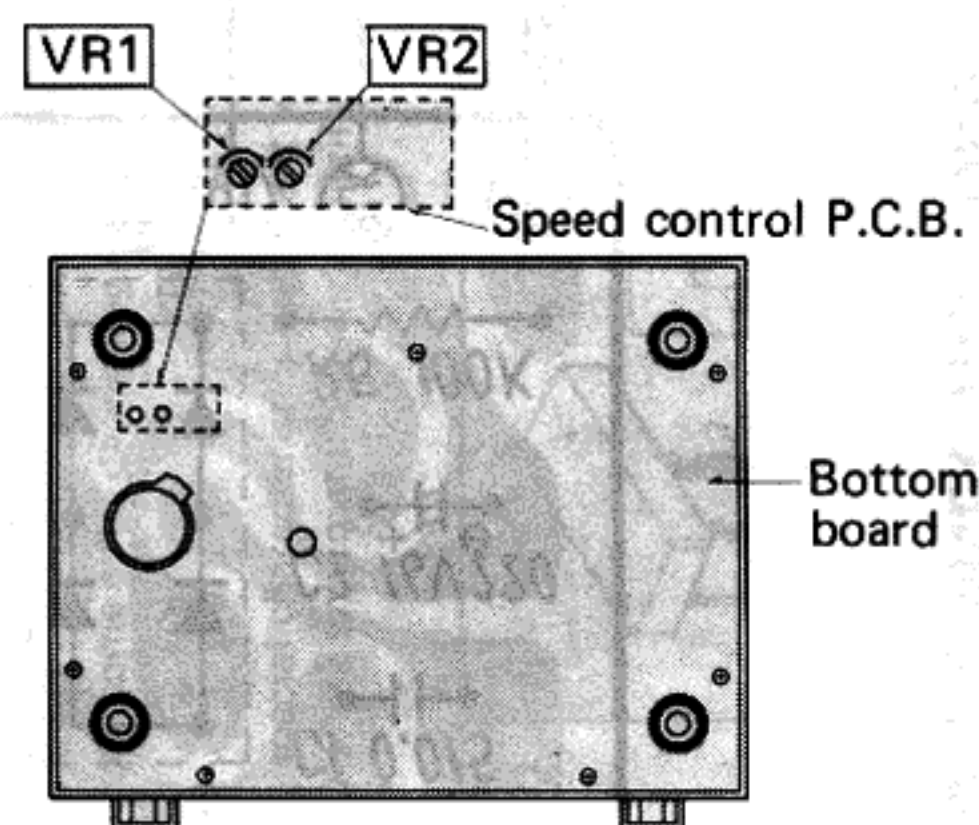

Fig. 8 (Abb. 8)
4. Turn the VR1 with a screw driver from the lower part of the set to the rated rotation (33-1/3 r.p.m.) and check the rotation with a strobe while adjusting the speed. (See Fig. 8)
6. Turn the VR2 with a screw driver from the lower part of the set to the rated rotation (45 r.p.m.) and check the rotation with a strobe while adjusting the speed. (See Fig. 8)
4. VR1 mit einem Schraubenzieher von der Unterseite des Gerätes her drehen, bis die Nenndrehzahl (33-1/3 U/min) erreicht ist, und gleichzeitig auf dem Stroboskop überprüfen. (Abb. 8)
6. VR2 mit einem Schraubenzieher drehen, bis die Nenndrehzahl (45 U/min) erreicht ist, und gleichzeitig auf dem Stroboskop überprüfen. (Abb. 8)
4. Ajuster VR1 avec un tournevis à partir du dessous de l'appareil jusqu'à ce que la vitesse nominale de rotation (33-1/3 t/p.m.) soit obtenue tout en la vérifiant par l'intermédiaire du stroboscope. (Fig. 8)
6. Ajuster VR2 avec un tournevis jusqu'à ce que la vitesse nominale de rotation (45 t/p.m.) soit obtenue tout en la vérifiant par l'intermédiaire du stroboscope. (Fig. 8)
4. Ajuste VR1 mediante el destrornillador por debajo del aparato hasta que se obtenga la velocidad nominal (33-1/3 r.p.m.) mientras la verifica a través del estroboscopio. (Fig. 8)
6. Ajuste VR2 mediante el destrornillador hasta que se obtenga la velocidad nominal (45 r.p.m.) mientras la verifica a través del estroboscopio. (Fig. 8)